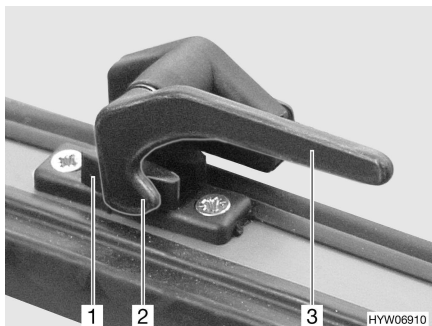

Fig. 27 Palanca de bloqueo en la posición de "cerrado"
- Girar la palanca de bloqueo (Fig. 27,3) un cuarto de vuelta hacia la mitad de la ventana.
- Girar la palanca de bloqueo (Fig. 27,3) un cuarto de vuelta hacia el marco de la ventana. El saliente de bloqueo (Fig. 27,2) se encuentra en la cara interior del bloqueo de la ventana (Fig. 27,1).
- En la posición "cerrada fijamente" (Fig. 27)